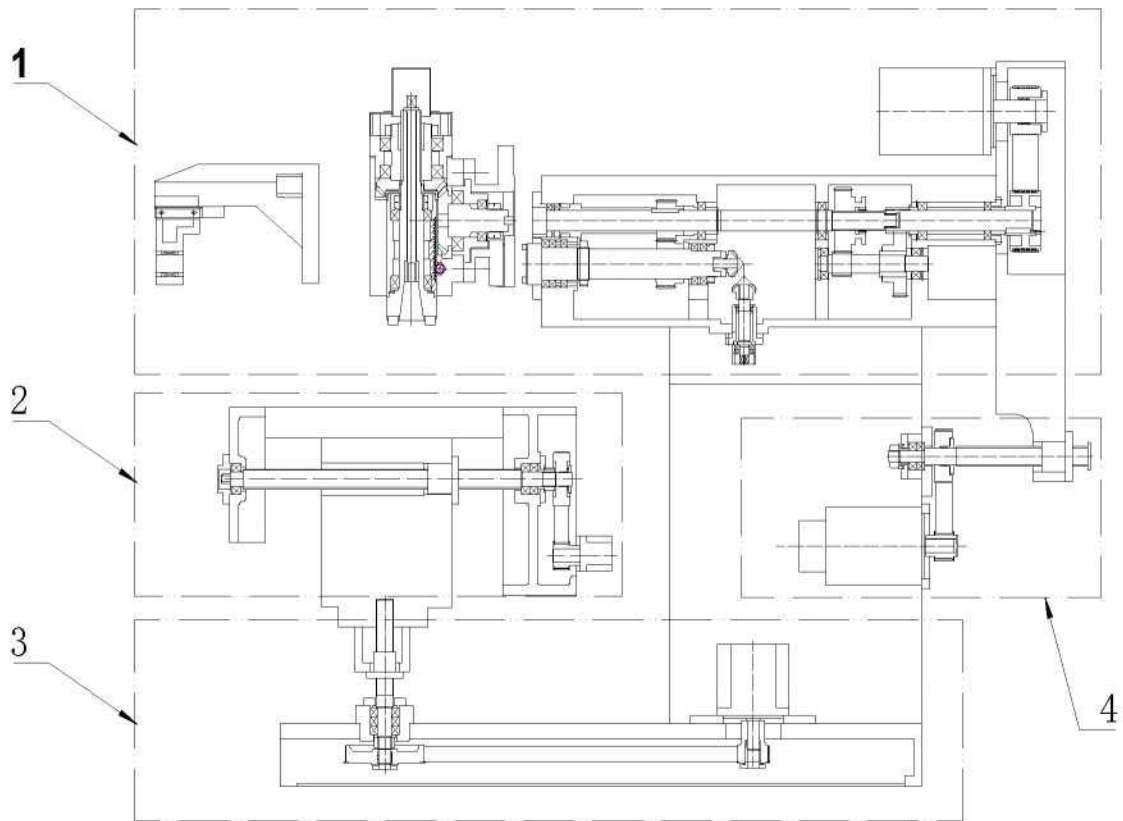
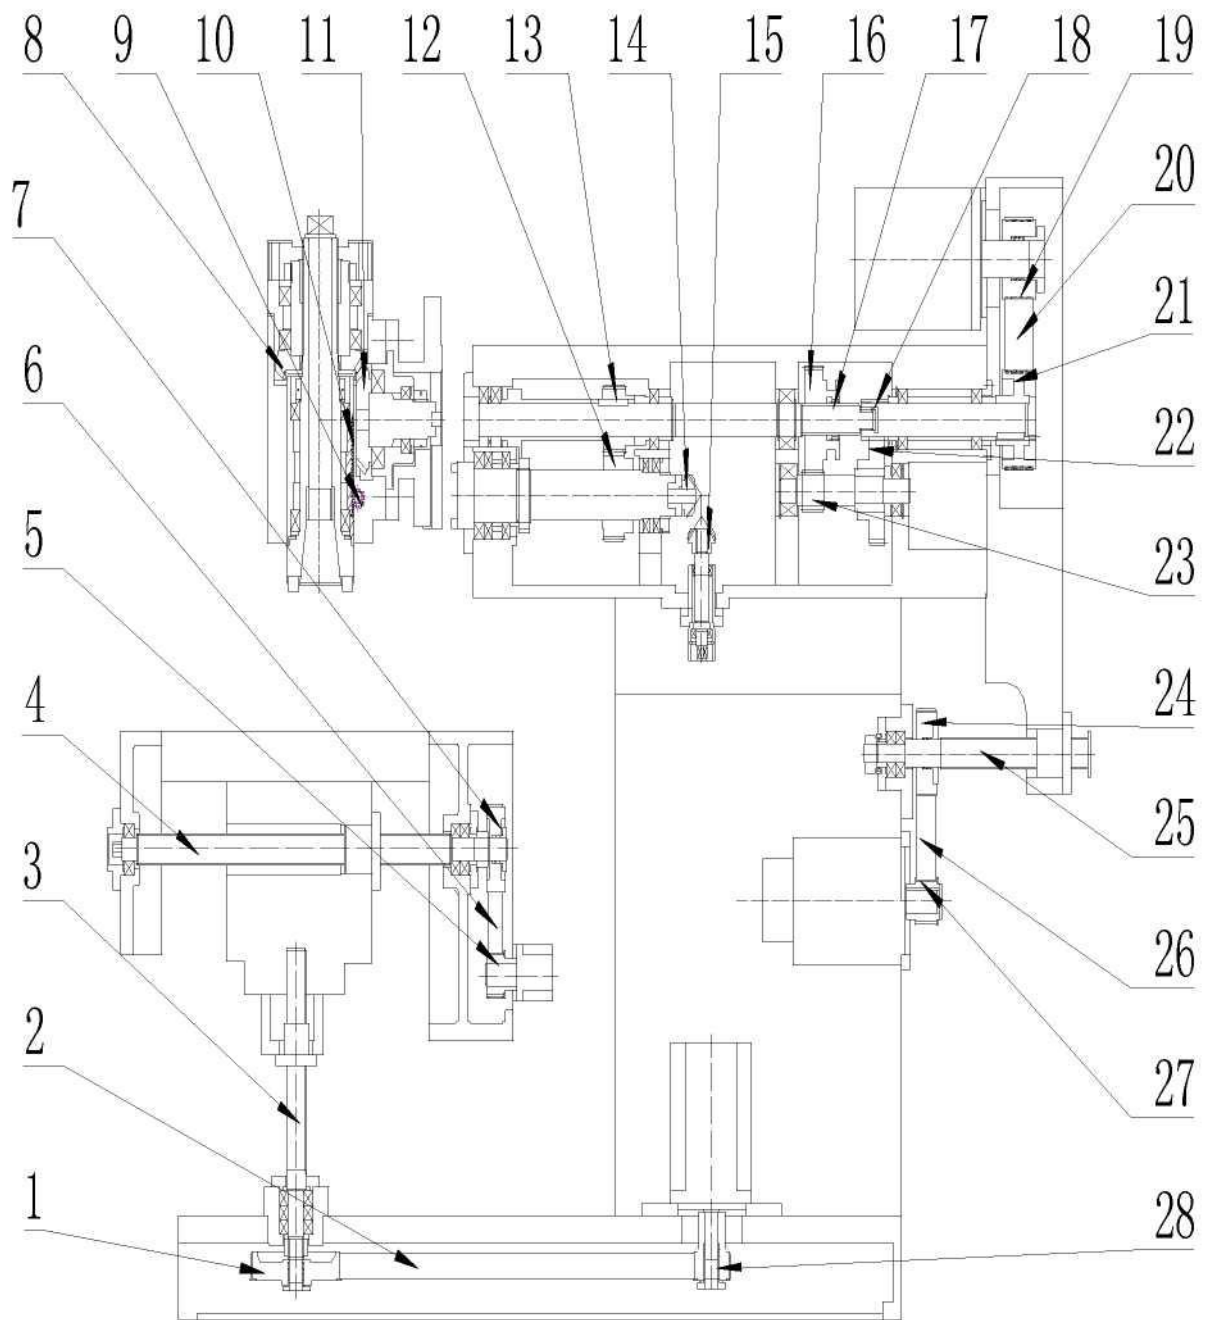

Рис. 10: Изображение системы трансмиссии станка
Рис. 11: Детали трансмиссии станка
Система трансмиссии шпинделя состоит из редуктора салазок и фрезерной головки, подробнее см. блок-схему 4 на рис. 10. Для конкретных приводных частей см. рис. 11. Принцип работы трансмиссии:
2) Привод оси X (см. рис. 10, рис. 11)
Привод оси X показан на блок-схеме 2 на рис. 10; для деталей трансмиссии см. рис. 11, принцип работы трансмиссии приведен ниже:
3) Привод оси Y (см. рис. 10, рис. 11)
Привод оси Y показан на блок-схеме 4 на рис. 10; для деталей трансмиссии см. рис. 11, принцип работы трансмиссии приведен ниже:
Привод оси Z (см. рис. 10, рис. 11)
Привод оси Z изображен на блок-схеме 3 на рис. 10; для деталей трансмиссии см. рис. 11, работы трансмиссии приведен ниже:
8. Перечень шестерен и деталей трансмиссии (см. Рис. 11):